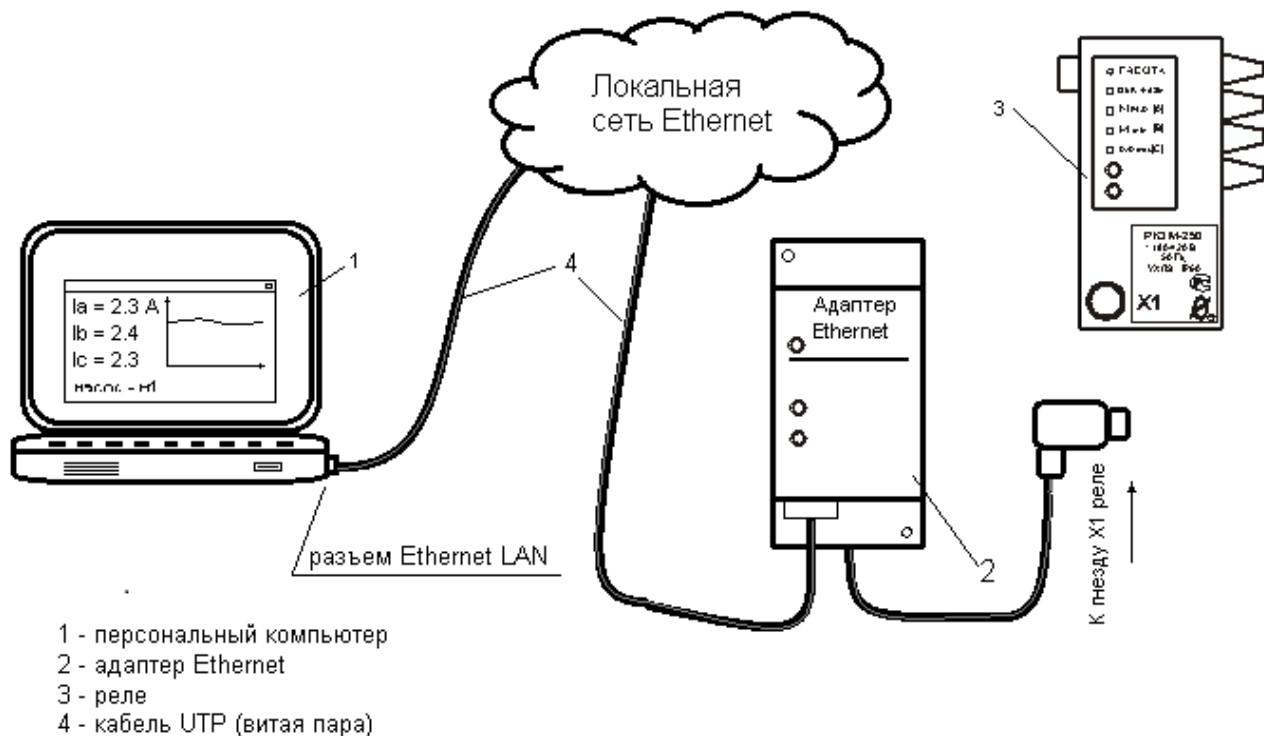

Рисунок 1 – Схема удаленного мониторинга электроустановки
5.1 Общий вид адаптера и расположение его органов индикации и управления показаны на рисунке 5. Схема подключения адаптера показана на рис. 1.
- 7.2 Подключение адаптера производится в соответствии со схемой рис.1.